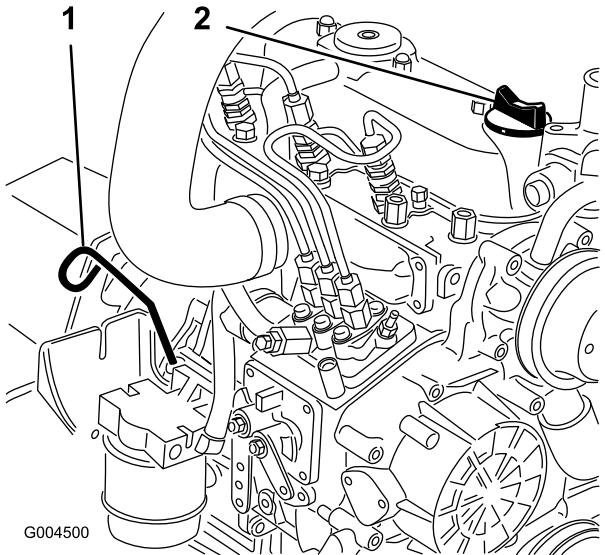

Figura 43
2. Retire la varilla (Figura 43), límpielala, y vuelva a colocarla. Retire la varilla y compruebe el nivel de aceite.
3. Si el nivel de aceite está por debajo de la marca Lleno, retire el tapón de llenado (Figura 43) y añada aceite hasta que el nivel llegue a la marca Lleno de la varilla.